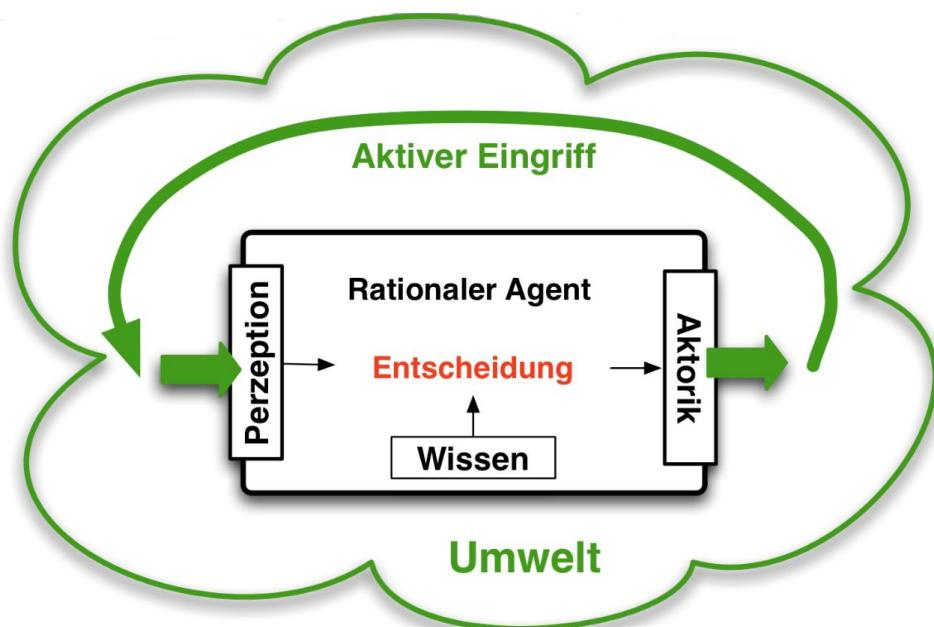

Abbildung 51: Der Agentencyklus: Jede Modellbildung der Welt ist starke Reduktion
- Definiert durch den Agentencyklus: **Perzeption – Entscheidung – Handlung** (Abbildung 51)